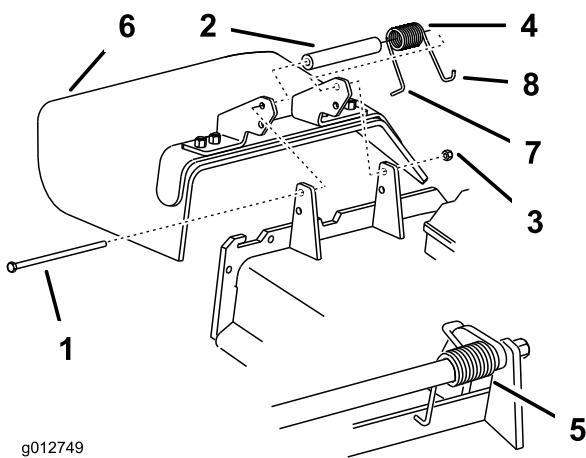

Figure 60
- Retirez le contre-écrou, le boulon, le ressort et l'entretoise qui fixent le déflecteur aux supports de pivot (Figure 60). Enlevez le déflecteur s'il est endommagé ou usé.
Remarque: Prenez soin de placer l'extrémité en **L** du ressort derrière le bord du tablier avant de mettre le boulon en place, comme indiqué à la Figure 60.
3. Remettez le boulon et l'écrou. Accrochez l'extrémité en **J** du ressort au déflecteur d'herbe (Figure 60).